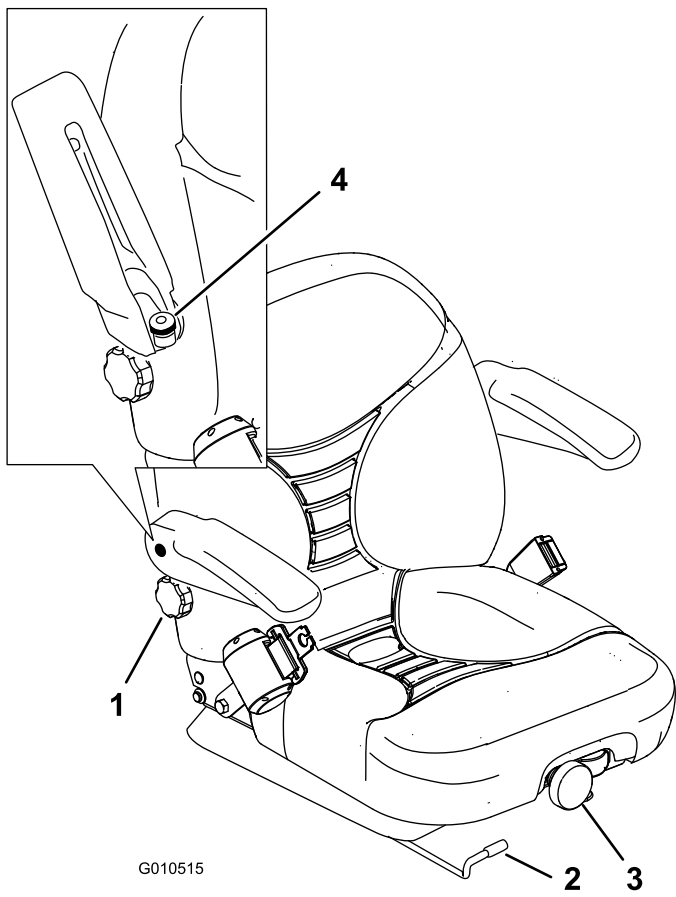

Figura 5
1. Il sedile si regola spingendo la leva verso il basso per sbloccarlo (Figura 5).
Per spostarlo, girate la manopola anteriore nella direzione opportuna, fino ad ottenere il migliore comfort (Figura 5).
Per spostare il bracciolo, sollevatelo e ruotate la manopola nella direzione opportuna fino ad ottenere il comfort ottimale (Figura 5).
Per spostarlo, girate nella direzione opportuna la manopola situata sotto il bracciolo destro, fino ad ottenere il migliore comfort (Figura 5).